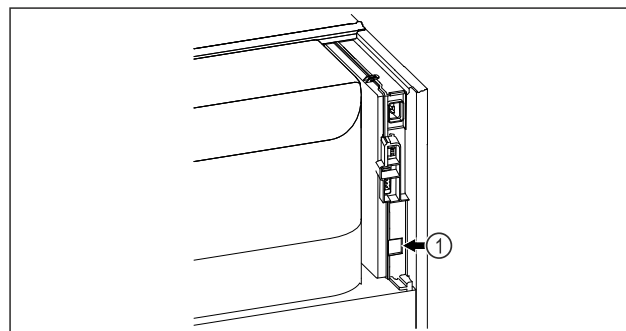

Fig. 90
- Założono SmartModule Fig. 90 (1).